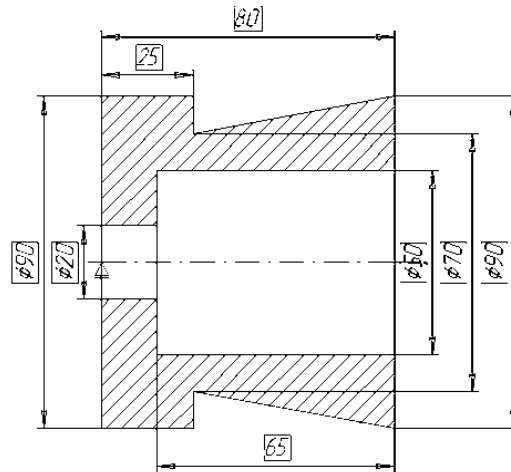

Рисунок 6.13 – Параметричне креслення «Втулка 4»
15. Побудуйте креслення деталі «Втулка 4», рис. 6.13.
У кресленні встановіть значення всіх розмірів так, як це показано на рис. 6.13.